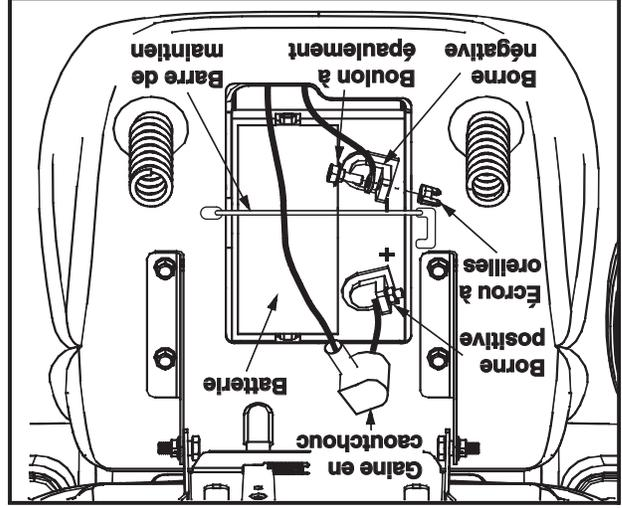

Figure 1
- Assurez-vous la barre de maintien est sur la batterie. Voir la Figure 1.